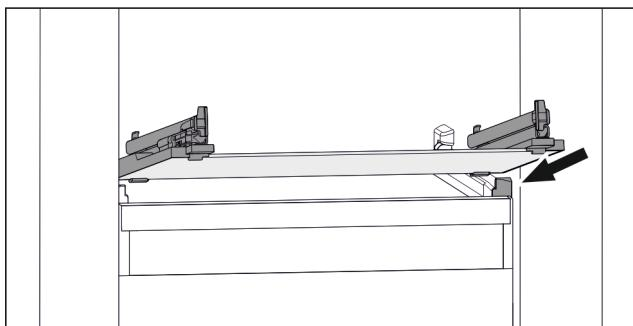

Fig. 113 Примерное отображение стеклянной пластины
- Наклоняя вниз, установите стеклянную пластину за стопоры. (см. Fig. 113)